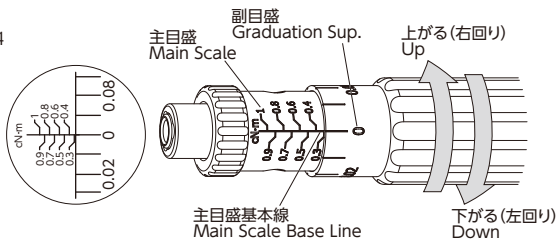
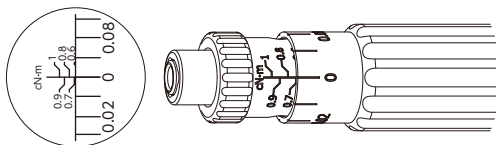

図 5 Fig.5
図 6 Fig.6
- ② $0.7\text{cN}\cdot\text{m}$ の時 (図 5)、右回りで副目盛を 0 から 0.02 へ回転させると、 $0.72\text{cN}\cdot\text{m}$ となります。(図 6)
2. From the setting of $0.7\text{cN}\cdot\text{m}$ (Fig.5), turning the minor scale clockwise to the scale marking of 0.02 sets $0.72\text{cN}\cdot\text{m}$ (Fig.6).